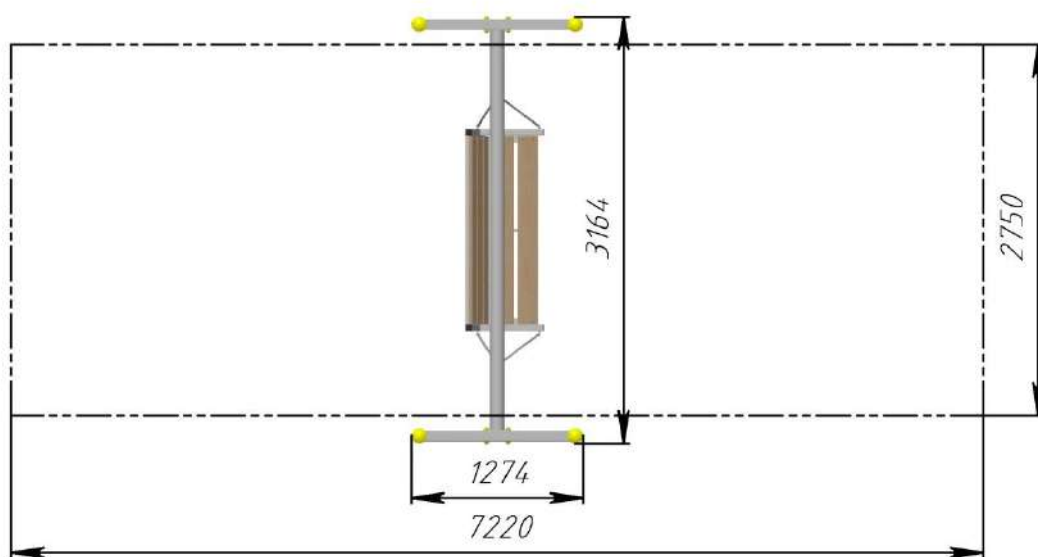

Рис.2 Безопасная зона приземления качелей парковых РТР 52В
3.5. Монтаж качелей проводится на ровном месте в соответствии с планировкой размещения всего оборудования площадки. При монтаже необходимо обеспечить безопасную зону приземления вокруг качелей в соответствии с рис. 2.